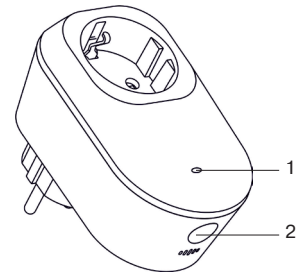

Рисунок 1
7.1 Для перевода розетки в режим «Связывание» нажмите и удерживайте кнопку (рис. 1 поз. 2) в течение 10 с до появления прерывистой индикации зеленого цвета, после этого отпустите кнопку. При завершении связывания предыдущие настройки удаляются.